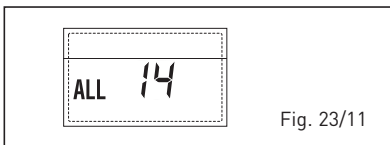

Fig. 23/11
- ANOMALIA DO VENTILADOR “ALL 15” (fig. 23/12)